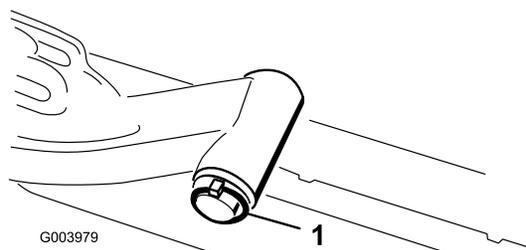

Рисунок 12
- A. Снимите шплинт и шайбу крепления оси поворота подъемного рычага к подъемному рычагу и сдвиньте ось поворота с подъемного рычага (Рисунок 12).
- C. Вставьте ось подъемного рычага в подъемный рычаг и зафиксируйте шайбой и шплинтом (Рисунок 12).